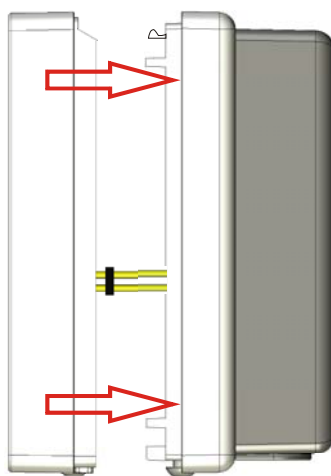

Abbildung 4: Gehäusedeckel stecken
Stiftleiste X1 der Leserelektronik sauber in Buchsenleiste X3 der Anschlussplatine (1) einführen! Siehe Abbildung 4: Gehäusedeckel stecken